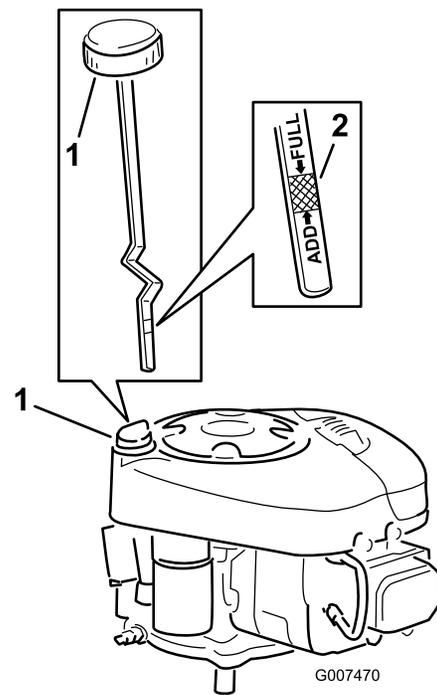

Figure 21
8. Nettoyez la surface autour de la jauge d'huile (Figure 21) pour éviter que des impuretés ne s'introduisent dans le goulot de remplissage, ce qui risquerait d'endommager le moteur.
9. Retirez la jauge d'huile et essuyez soigneusement l'extrémité métallique (Figure 21).
10. Vissez complètement la jauge d'huile dans le goulot de remplissage (Figure 21). Dévissez de nouveau la jauge et examinez l'extrémité métallique. Si le niveau est bas, versez lentement une quantité d'huile suffisante dans le goulot de remplissage pour amener le niveau au repère du plein (FULL) sur la jauge.
13. Versez lentement environ 80% de la quantité d'huile spécifiée dans le goulot de remplissage (Figure 21). Contrôlez le niveau d'huile (voir les points 9 et 10 de la rubrique Contrôle du niveau d'huile).